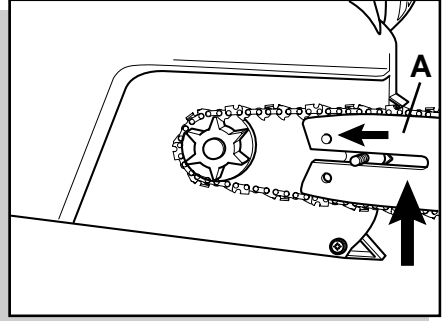

fig. 2
- Inserire la barra A nei prigionieri e spingerla verso il pignone. (fig.2).